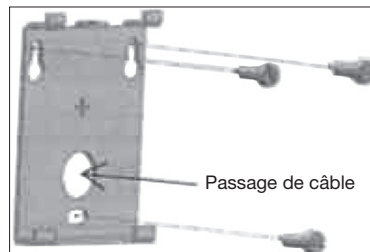

Figure 2
3. Fixer en vis-à-vis le support à l'aide de 3 vis (non fournies) en laissant passer les câbles par le trou central. L'autre possibilité est de faire passer les câbles par les passe-fils du boîtier plastique. Figure 2.